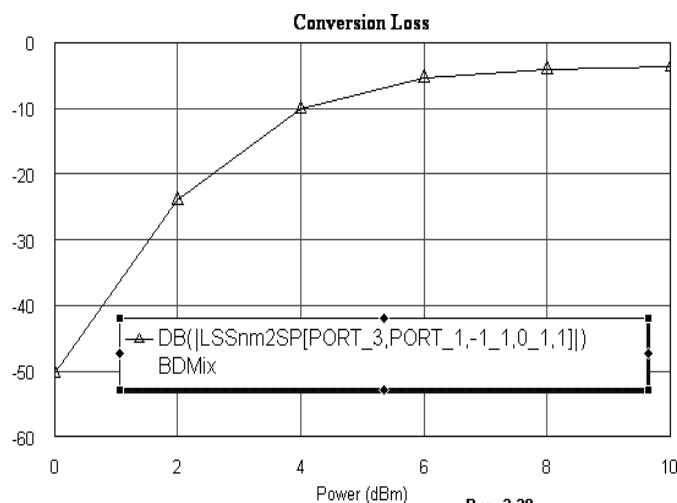

Рис. 3.39
- Щёлкните левой кнопкой мышки по значку **Analyze** на панели инструментов. Полученный график показан на рис. 3.39.